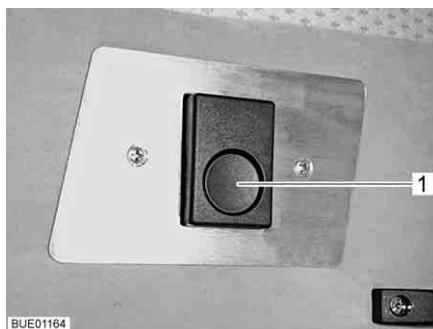
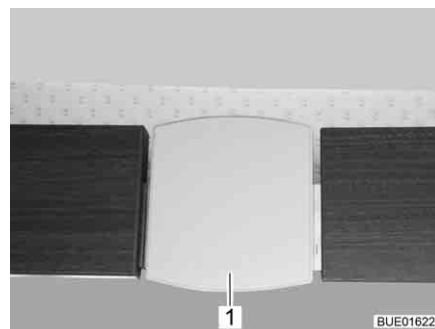

Bild 126 Låsning (Aviano)
Bild 127 Låsning (Viseo)
- Tryck på låsknappen (Bild 126, 1) eller dra låsplattan (Bild 127, 1) nedåt. Låset är upplåst.